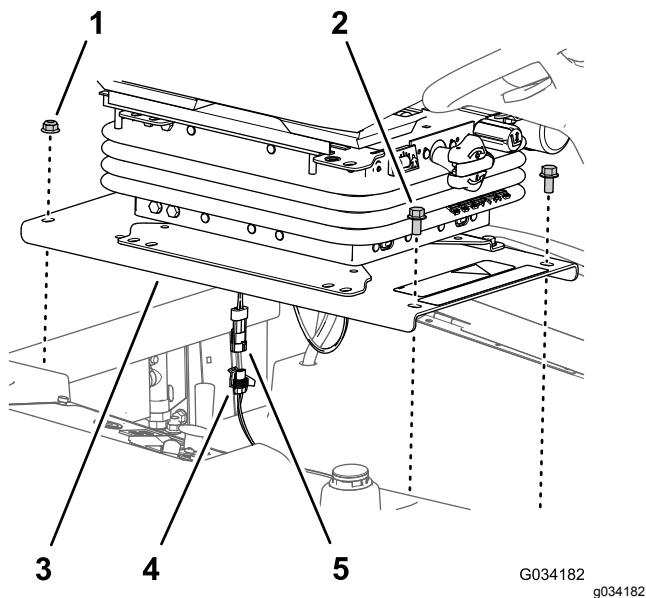

Figura 36
1. Retire los 2 pernos con arandela prensada ($\frac{3}{8}$ " x $\frac{3}{4}$ ") que sujetan la parte delantera de la chapa del asiento al chasis de la máquina (Figura 36).
2. Retire las 2 contratuercas con arandela prensada ($\frac{3}{8}$ " que sujetan la parte trasera de la chapa del asiento al chasis de la máquina (Figura 36).
4. Desconecte el conector de 2 pines del arnés del interruptor de presencia del operador del conector hembra de 2 vías del arnés de cables de la máquina (Figura 36).
2. Conecte el conector de 2 pines del arnés del interruptor de presencia del operador en el conector hembra de 2 vías del arnés de cables de la máquina; consulte la Figura 36.
3. Alinee los taladros traseros de la placa del asiento (Figura 36) con los 2 pernos de cuello cuadrado ($\frac{3}{8}$ " x 1") del canal del radiador.
4. Monte la placa del asiento (Figura 36) en los pernos de cuello cuadrado con las 2
5. Alinee los taladros delanteros de la chapa del asiento (Figura 36) con las roscas de las varillas del depósito.
6. Monte la chapa del asiento (Figura 36) en las varillas del depósito con los 2 pernos con arandela prensada ($\frac{3}{8}$ " x $\frac{3}{4}$ " que retiró en el paso 1 de Acceso al bloque de fusibles y al módulo de control estándar (página 53).